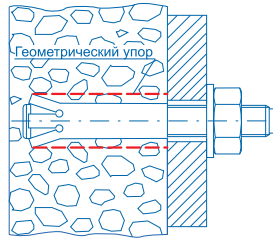

Рис. 10
- **Анкеровка формой** (рис. 10) — распорная зона анкера принимает форму отверстия. Нераспорная анкеровка.